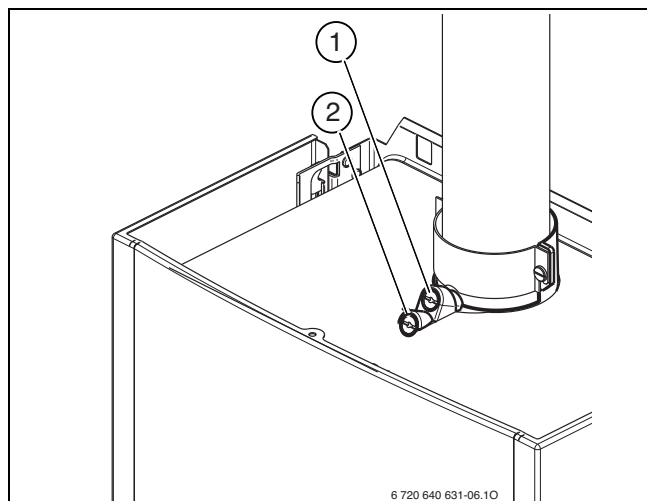

Fig. 43 ZWN 18/24-7 AE
Legenda Fig. 43:
- ▶ Rimuovere il tappo della presa di analisi gas combustibili [2] (→ Fig. 43).
- ▶ Riferendosi alla succitata norma, inserire la sonda dello strumento di analisi, nell'apposito foro (fig. 43) dei gas combustibili.
- ▶ Rimuovere il tappo della presa di misurazione aria comburente [2]. (→ Fig. 43, Pag. 50).